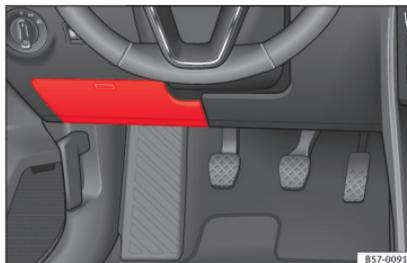

Abb. 99 Auf der Fahrerseite in der Instrumententafel: Abdeckung des Sicherungskastens.
- **Öffnen:** Abdeckung nach unten aufklappen » **Abb. 99**.